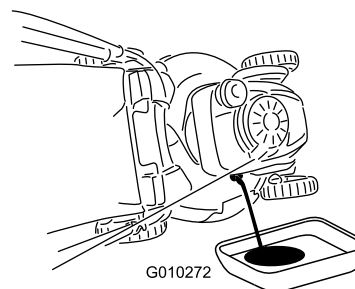

Figure 40
7. Basculez la machine sur le côté, tube de remplissage en bas, pour vidanger l'huile usagée dans le bac de vidange par le tube de remplissage (Figure 40).